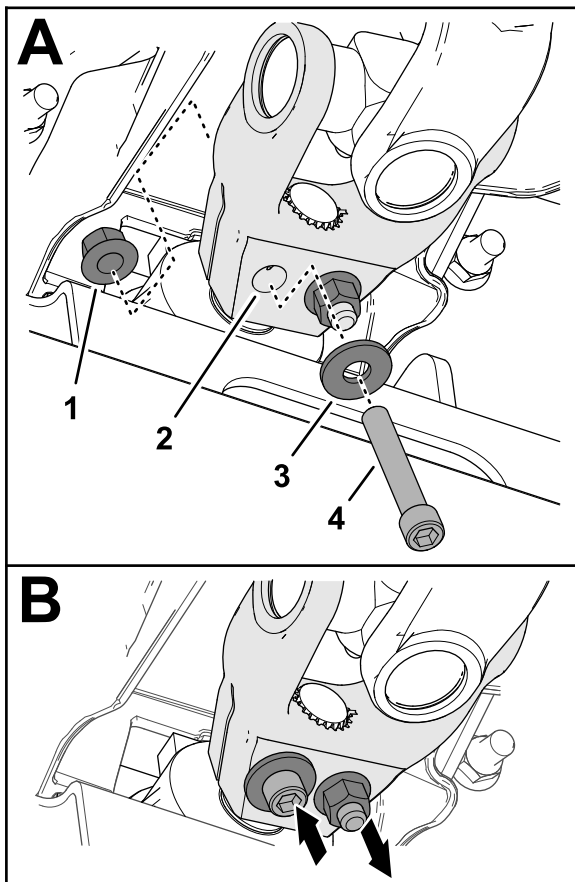

Figure 17
6. Insérez une vis à tête creuse ($\frac{3}{8}$ x $2\frac{1}{4}$ po) dans une rondelle ($\frac{3}{8}$ po) et dans le trou de la chape de l'arbre d'entraînement (Figure 17), et fixez la vis au moyen d'un contre-écrou à embase ($\frac{3}{8}$ po).
- Insérez une vis à tête creuse (3/8 x 2 1/4 po) dans une rondelle (3/8 po) et dans le trou de la chape de l'arbre d'entraînement (Figure 17) par l'autre côté, et fixez la vis au moyen d'un contre-écrou à embase (3/8 po).